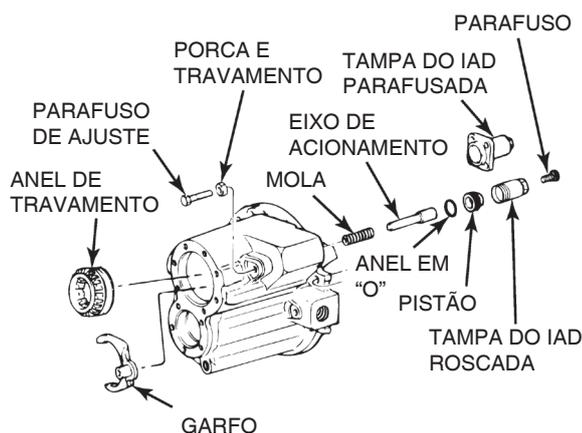

Figura 5.63
1. Verifique o eixo do mecanismo de travamento para ver se há danos. Use uma lixa para remover qualquer dano pequeno. Se necessário, substitua o eixo do mecanismo de travamento. Figura 5.63.